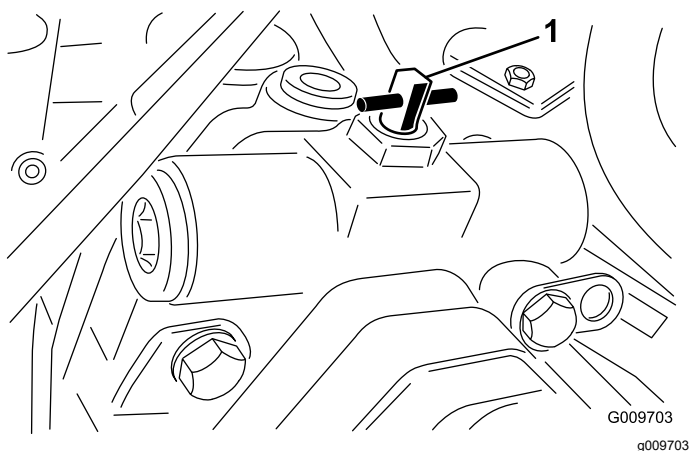

Figura 65
3. Rode a válvula de derivação 90° (1/4 de volta) em qualquer direção, para permitir a passagem interna do fluido (Figura 65).
2. Rode a válvula de derivação 90° (1/4 de volta) em qualquer direção, para permitir a passagem interna do fluido (Figura 65).